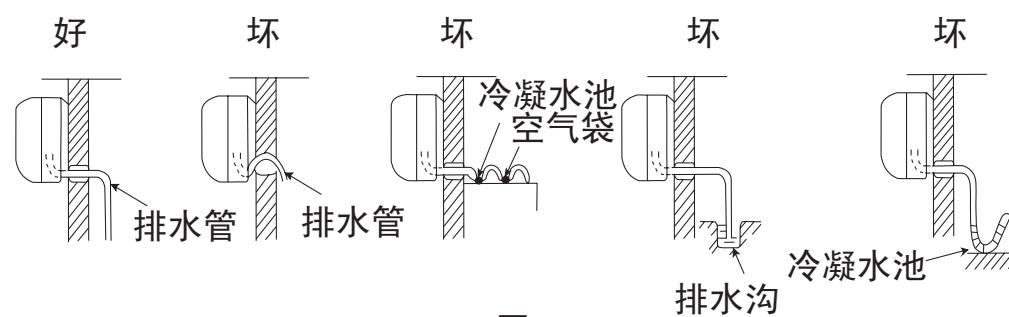

图 41
- 1 用附件 ⑭ 排水管与室内机组的出水管连接起来。
- 2 如要使冷凝水流得舒畅，排水管应倾斜少许，如图41所示。